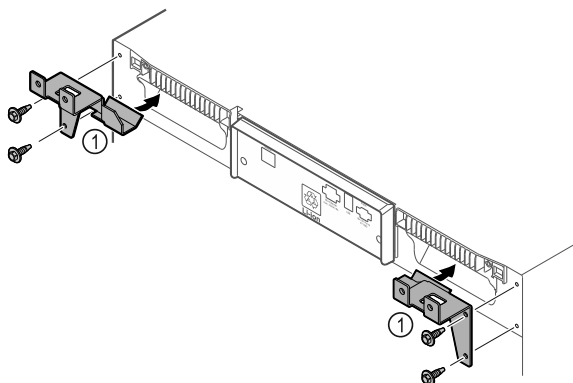

Fig. 8
- ▶ Montare i fermi Fig. 8 (1) sull'apparecchiatura con le viti annesse.